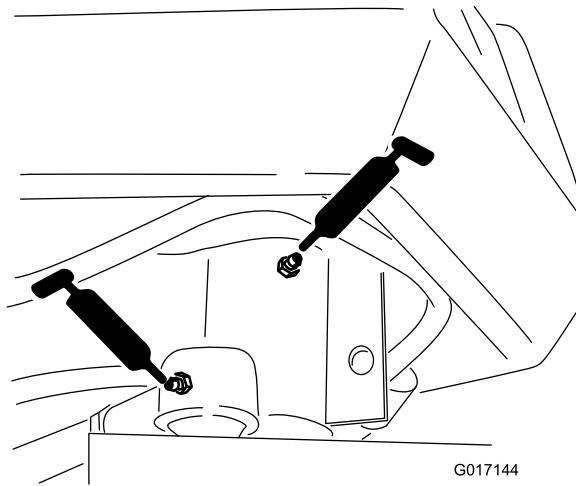

Figura 37
- Asse della forcella dello sterzo (1) (Figura 37)
- Estremità dell'asta del cilindro sterzante (Figura 37)